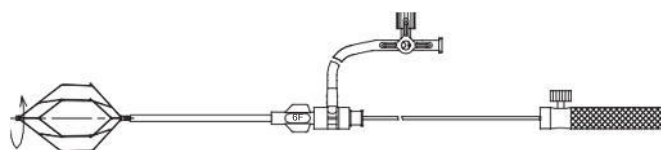

Рисунок 7
- 1.1 При доступе через бедренную вену проверьте винтовое соединение между доставляющим кабелем и кава-фильтром в соответствии с пунктами 1.1.1~1.1.6 (Рисунок 3 ~Рисунок 7).
- 1.1.5 **Рисунок 7:** Ослабьте соединение кова-фильтра, повернув его наполоборота по часовой стрелке, если смотреть с каудальной стороны кова-фильтра, с целью обеспечения безопасного отсоединения доставляющего кабеля от кова-фильтра после окончательной установки в полую вену.